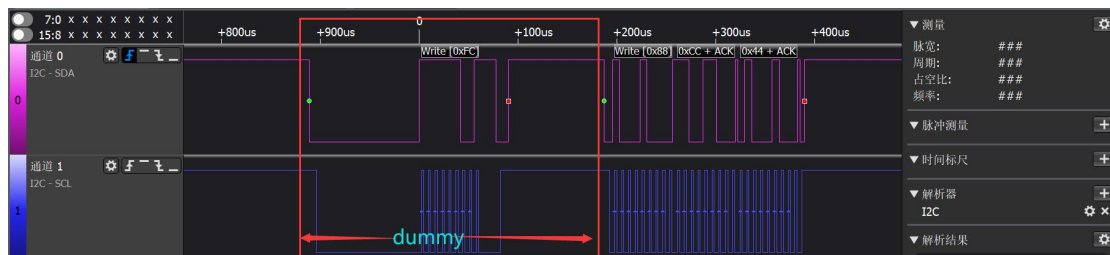

图 5: 基于硬件 I2C 的 dummy 序列波形图
(2) 在正式发送 I2C 指令前, 循环 5 次执行图 5 所示的基于“Start+0x7E 数据 (左移读写位后实际发送 0xFC) +Stop”的 dummy 序列, 具体代码见图 6。该序列仅用于唤醒从机, 但数据不会被从机响应。请注意, 在 dummy 序列期间, 从 SCL 首次拉低到 SCL 首次拉高的延时长度需要依照表 2 来配置。